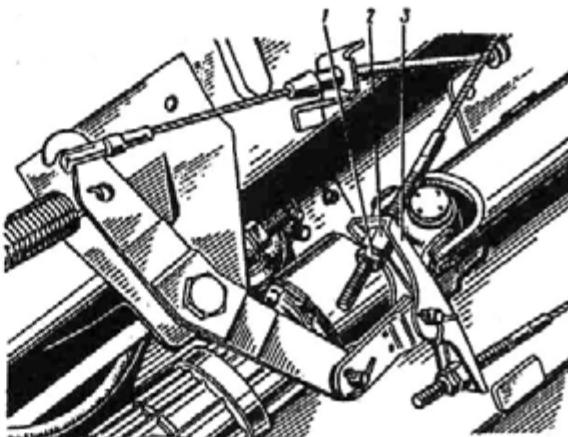

Рис. 256. Регулировочный узел натяжения тросов стояночной тормозной системы:
Первоначально отрегулируйте ход рычага 2 (рис. 229). Для этого, отпустив контргайки 1 (рис. 256), вращением регулировочных гаек 2 добейтесь того, чтобы при затяжке рычаг 2 (рис. 229) перемещался на 6-8 зубцов сектора. При этой регулировке следите, чтобы уравнитель 3 (рис. 256) тросов был расположен перпендикулярно продольной оси автомобиля.
- Полностью ослабьте натяжение задних тросов, сместив контргайки 1 (рис. 256) и регулировочные гайки 2 на самые концы регулировочных наконечников.